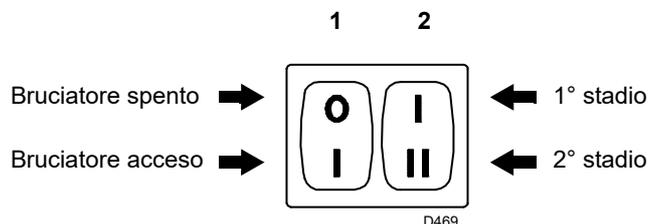
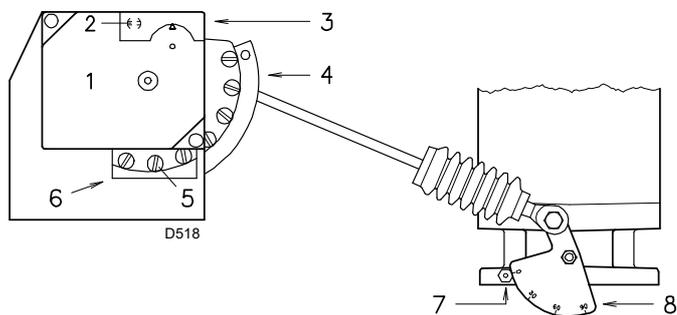

Fig. 25
Fig. 26
- l'interruttore 1)(Fig. 25) in posizione "BRUCIATORE ACCESO";
- l'interruttore 2)(Fig. 25) in posizione "1° STADIO".
Nella descrizione che precede abbiamo lasciato il bruciatore acceso, funzionante in 1° stadio. Mettere ora l'interruttore 2)(Fig. 25) in posizione 2° stadio: il servomotore aprirà la serranda aria e, contemporaneamente, aprirà pure la farfalla del gas a 90°.
Variare in progressione il profilo finale della camma 3)(Fig. 26) agendo sulle viti 5).
Mettere l'interruttore 2)(Fig. 25 a pag. 24) in posizione 1° stadio: il servomotore 1)(Fig. 26) chiuderà la serranda aria e, contemporaneamente, chiuderà pure la farfalla del gas fino a 15°, cioè fino alla regolazione fatta in fabbrica.
- Se bisogna aumentarla, passare in 2° stadio azionando l'interruttore 2)(Fig. 25 a pag. 24) ed aumentare un poco l'angolo della leva arancio con piccoli spostamenti successivi, cioè portarsi dall'angolo 15° a 17° - 19°....
Variare in progressione il profilo iniziale della camma 3)(Fig. 26) agendo sulle viti 4). Possibilmente non ruotare la prima vite: è quella che deve portare la serranda dell'aria alla totale chiusura.
Spegnere il bruciatore agendo sull'interruttore 1)(Fig. 25 a pag. 24), ed intervenire sulle viti intermedie della camma in modo che l'inclinazione della camma stessa sia progressiva.